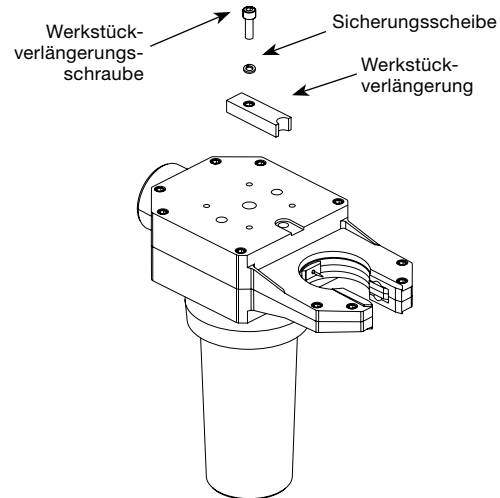

Abbildung 31 Entfernen der Werkstückverlängerung
3. Entfernen Sie die Werkstückverlängerungsschraube mit der Sicherungsscheibe und die Verlängerung. Die Werkstückverlängerung auf Lochfraß, Abnutzung oder Beschädigung untersuchen. Siehe Abbildung 31.